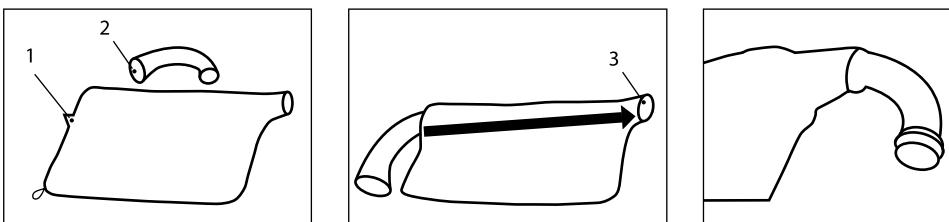

Рис. 2
Візьміть вигнуту вихідну трубку (2) і вставте всередину колекторного мішка (1) у напрямку стрілки, поки не дійдете до еластичної шийки. Переконайтесь, що трубка витягнута до упору (Рис.2)